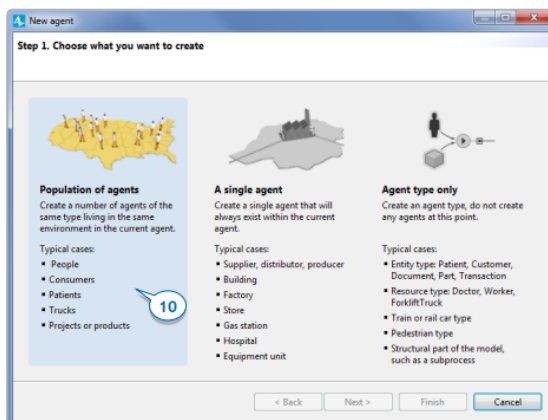

Рисунок 2.9 – Популяція агентів
13. На сторінці «Крок 1. Виберіть, що ви хочете створити» виберіть варіант, який найбільше відповідає вашим потребам. Оскільки ми хочемо створити кілька агентів одного типу, виберіть «Заповнення агентів» і натисніть «Далі» (рис. 2.9).